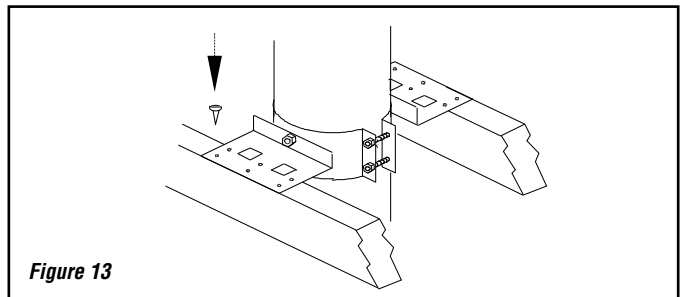

Figure 13
Avec la cheminée dépassant l'ouverture du toit, du plafond ou du plancher, procédez comme suit (voir figure 13):
Étape 2. Placez le support sur la cheminée jusqu'à ce que les plaques reposent sur le toit. Serrez le collet autour de la cheminée, puis fixez-le à l'aide de 4 vis à métal -1/2 po (fournies) vissées par les trous du collet dans la cheminée. (voir figure 13).
Étape 3. Centrez la cheminée et clouez ou vissez le support au toit ou au plancher au moyen de 8 clous de 2-1/2 po ou 8 vis à bois no. 8 de 1-1/4 de po. (voir figure 13).
Trois supports sont disponibles, un est ajustable avec collet (AWS), l'autre est nonajustable avec accouplement (WS). (voir **figure 13**).